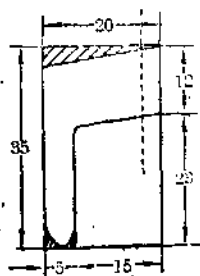

图 5
2. 机头、机身：用 $35 \times 20 \times 6$ 〔毫米〕³的木块，照图5制成